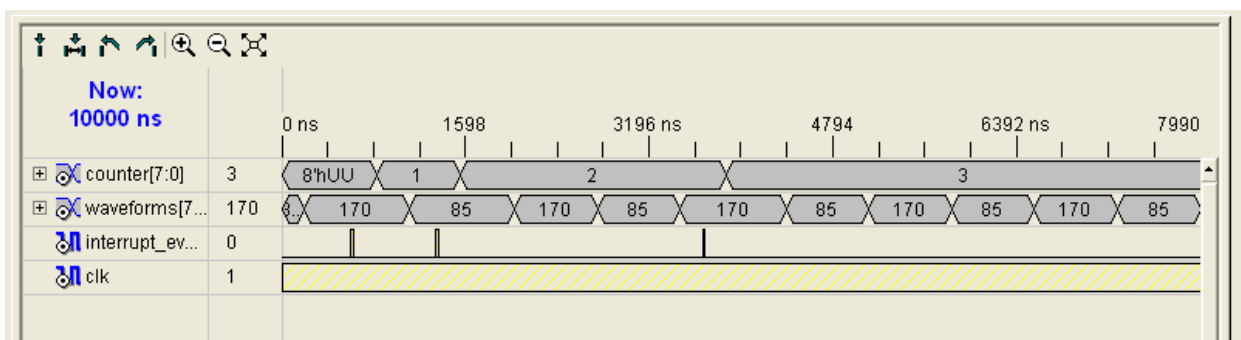

Рис. 17. iSIM HDL Simulator
- 2 В окне Processes дважды щелкните на **Implement Design** (Рис. 17)